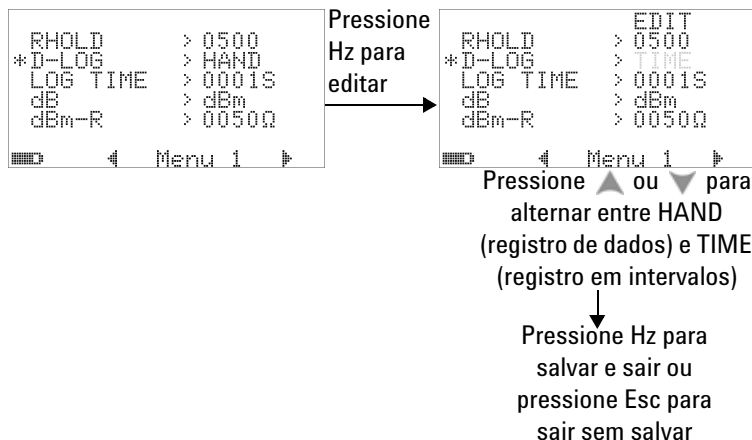

Figura 4-3 Configuração do registro de dados
- 1 Defina como “HAND” para habilitar o registro de dados manual (hand) ou como “TIME” para habilitar o registro de dados em intervalos (time). Consulte a **Figura 4-3** a seguir.